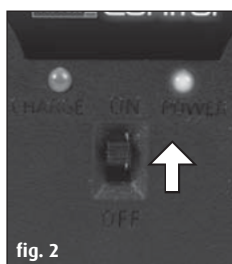

fig. 2
3. Ligue o telecomando; o LED de energia acende-se em vermelho (fig. 2).